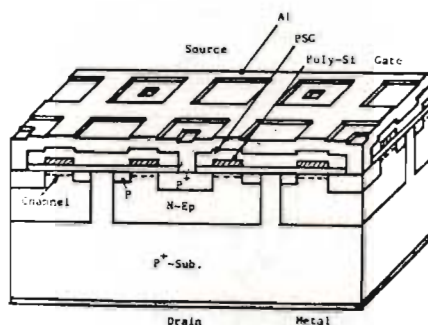

Fig 1. Genomsnitt av en högeffekts MOS-FET med vertikal kollektorelektrod och bas med nätstruktur.
RT har tidigare orienterat om den nya aktiva komponenten vertikal MOSFET (1). I den artikeln beskrev vi de transistorer som tagits fram av **Siliconix**. Tekniken är patenterad och nyttjanderätten av transistorerna ligger hos Siliconix, medan VMOS-tekniken kommersiellt utnyttjas av **AMI** och **Motorola** för supersnabba minnes- resp mikrodatorkretsar. Mot bakgrunden av detta har vi något överraskande tagit del av rapporter från **Hitachi** som nu satsar på tillverkning av vertikala MOSFET-transistorer. Det rör sig dock inte om något patentintrång finner man vid närmare granskning, de transistorer som Hitachi tillverkar har en avvikande uppbyggnad som framgår av *fig 1*. Jfr gärna med RT 1977 nr 3 sid 28.